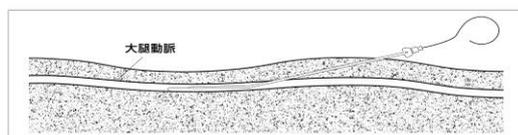

図 2. ダイレーション
7) ガイドワイヤ末端より拡張用ダイレータを挿入し、体表から血管までの組織をダイレーションする。(図 2 参照)	7) ガイドワイヤ手元側端部よりシース・ダイレータを挿入し、体表に 2cm 程度残るまで血管内に進める。